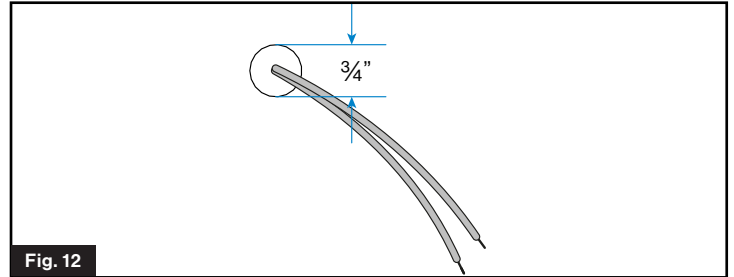
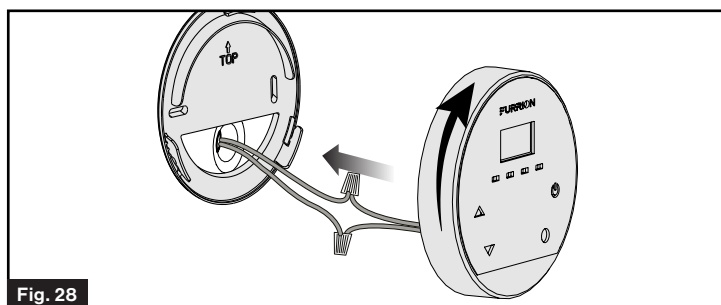

Fig. 12
Fig. 28
3. Si nécessaire, passez deux fils électriques qui prolongent les connexions de la commande murale (fils bleus) aux connexions de l'appareil (fils bleus) en utilisant le calibre de fil approprié. (Fig. 12)
3. Branchez les deux fils bleus de la commande murale directement à l'appareil ou à l'aide des fils de rallonge murale mentionnés sur la Fig. 12. (Les fils de la commande murale sont bleus et la polarité n'a pas d'importance.) (Fig. 28)